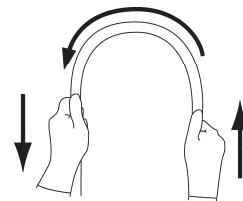

図1
- ・挿入部を両手で持ち、全長にわたって図1に示すように順次半円の頂点をずらすように曲げ、十分に曲がることと適切な軟らかさを有していることを確認すること。異常がある状態で使用すると、体腔内を傷付けたり、穿孔を起こすおそれがある。